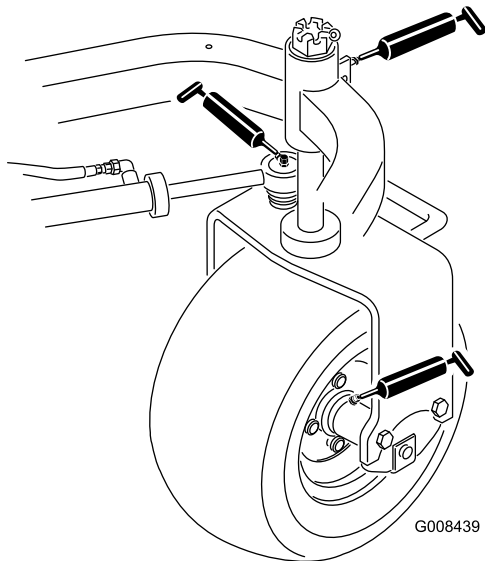

Figura 34
- Cubo da roda traseira (1) (Figura 34)
- Rolamento giratório (1) (Figura 34)
- Cilindro da direção (2) (Figura 34)